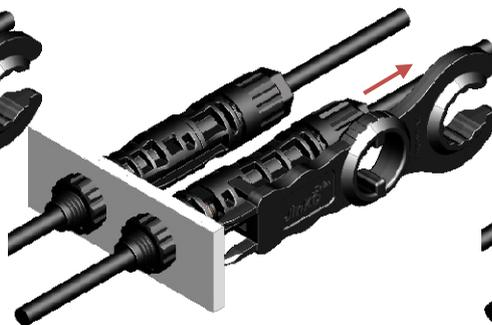

Figure 24
- ◇ 拉拔电缆连接器, 即可分开公母连接器 (如图 24&25)。
Pull the cable connector by hand respectively. The connector can now be separated (Fig. 24 &25).